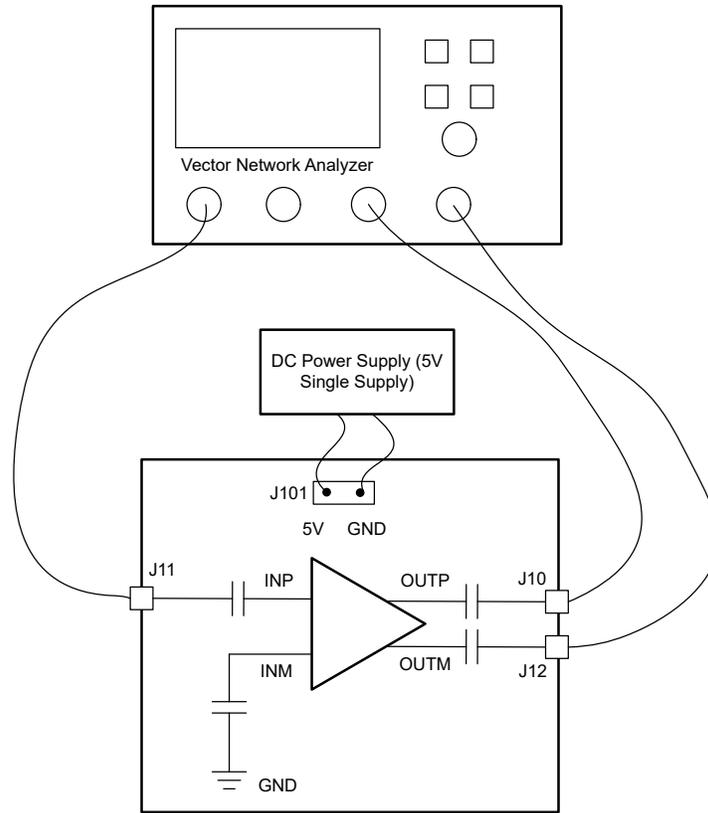

图 2-2. S 参数测试设置
1. 图 2-2 展示了通常使用矢量网络分析器 (VNA) 进行的 S 参数测量。要测量 TRF1213EVM，使用 3 端口 VNA，它可以分别在 EVM 的输入和输出端口产生单端信号和接收差分信号。